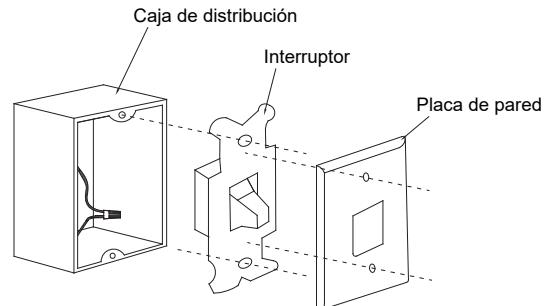

Fig. 17
Paso 1. Retire la placa de pared existente y el interruptor viejo de la caja de distribución de la pared. Conecte los cables NEGROS (calientes) y empuje hacia atrás dentro de la caja de distribución (Fig. 17) o seleccione la ubicación deseada con una nueva caja de distribución de pared.